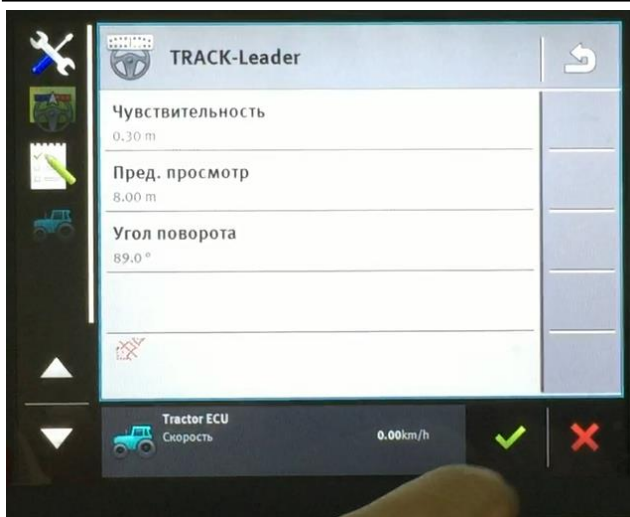

Рисунок 7.13 – Изменение настроек
7. Измените **Чувствительность** и **Угол поворота** (рисунок 7.13, таблица 7.6).